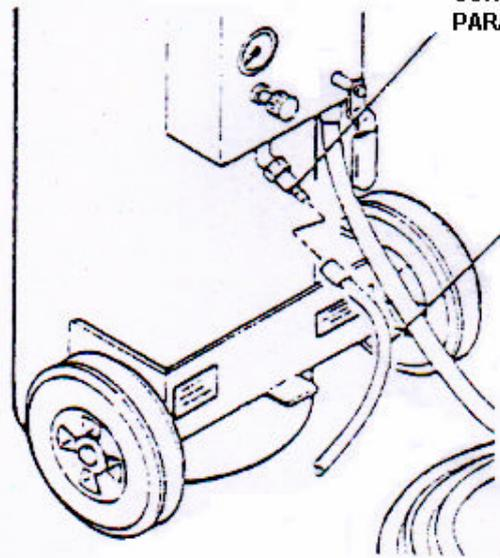

Figura 3
7. Conectar la manguera de alimentación de aire al niple de 1/4" de desconexión rápida que está al frente del panel de control y ajustar el regulador de presión a 60 psi (4,1 bars). Ver figura 3.